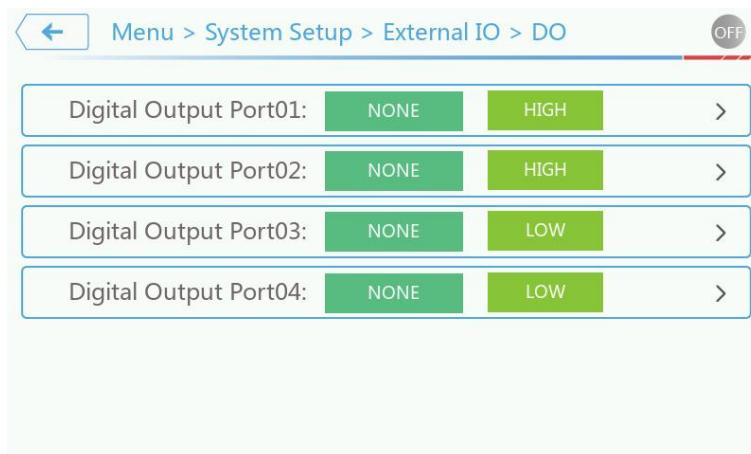

图 3-47 数字输出功能界面图
4、在内部使能的情况下，数字量输出接口高低电平对应 C3000 处于的机器状态数字量输出口，功能使能后，对应机器状态，具体见下图 3-47。（有效电平或脉冲持续时间为 10ms）